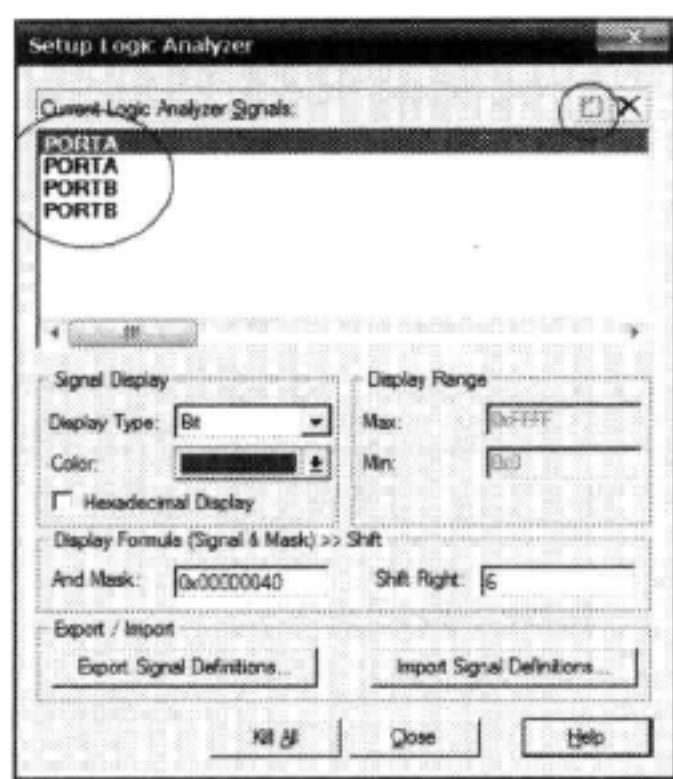

图 13-16 输入要查看的引脚
4) 点击 NEW (Insert) 图标, 见图 13-16, 在下面的文本框中输入 TIM3 的 PWM 通道, 这里分别是: PORTA.6、PORTA.7、PORTB.0、PORTB.1。然后点击“Close”按钮。